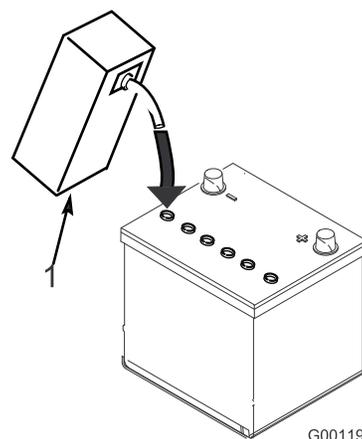

**Рисунок 5**
- Очистите поверхность аккумулятора и снимите вентиляционные пробки (**Рисунок 5**).